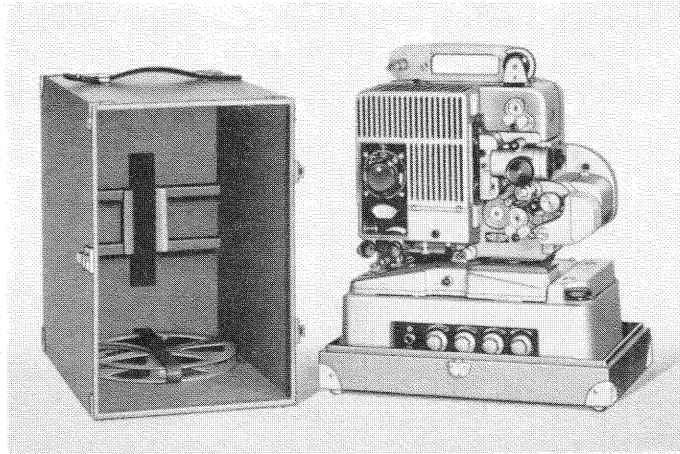

Bild 24 Projektor mit Lichttongerät und Verstärker auf Tragkofferboden, Kofferdeckel nebenstehend
2. Spulenträger in Ruhestellung bringen: Hinteren Spulenträger durch seitlichen Druck ausrasten und senkrecht nach unten in das Gehäuse legen. Vorderen Spulenträger durch seitlichen Druck ausrasten und nach hinten bis zum Einrasten umlegen. In dieser Stellung dient der Spulenträger als Traggriff für den Projektor mit dem untergesetzten Verstärker, der nicht gelöst wird (Bild 24).
5. Projektor mit Verstärker auf Schutzkofferboden stellen (Bild 24), Deckelhaube darüber stülpen und Koffer schließen.